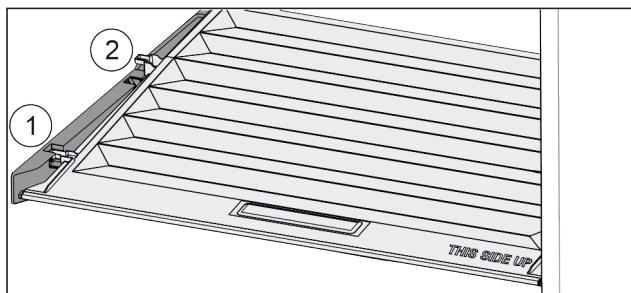

Fig. 135
- ▶ Vytáhněte víko dopředu až k otvoru v přídržných dílech Fig. 135 (1).
- ▶ Vzadu zespolu nadzvedněte a vyjměte směrem nahoru Fig. 135 (2).